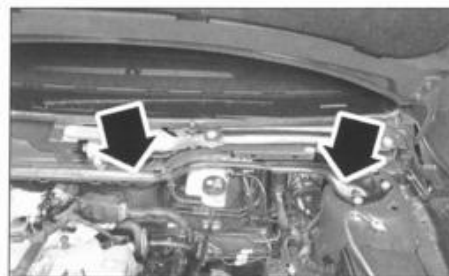

FIG. 57
- el refuerzo de soporte superior del conjunto McPherson de suspensión, lado izquierdo (fig. 57).